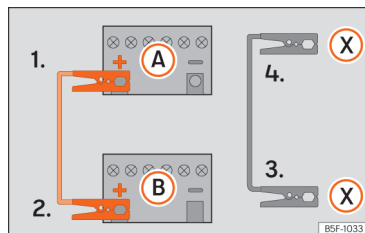

Рис. 216 Схема приєднання пускових проводів: авто із системою «старт-стоп».
Пускові проводи слід приєднувати в такій послідовності **1 > 2 > 3 > 4** >>> **рис. 216**.
Автомобілі із системою Старт-Стоп: приєднайте один кінець **чорного** пускового проводу (X) до підходящого виводу заземлення, суцільної металевої деталі на блоці двигуна або до блока двигуна >>> **рис. 216**.
5. Приєднайте інший кінець **чорного** пускового проводу (X) до суцільної металевої деталі на блоці двигуна або безпосередньо до блока двигуна автомобіля з виснаженою АКБ. Не приєднуйте провід поблизу акумулятора **A**.